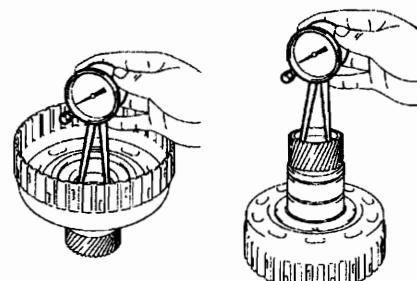

图 12-1-119
(6) 检查倒挡离合器毂分总成。如图 12-1-119 所示，用百分表测量倒挡离合器毂衬套内径，标准衬套内径为 35.812~35.837mm，最大衬套内径为 35.887mm。若内径大于最大值，则应更换倒挡离合器毂。